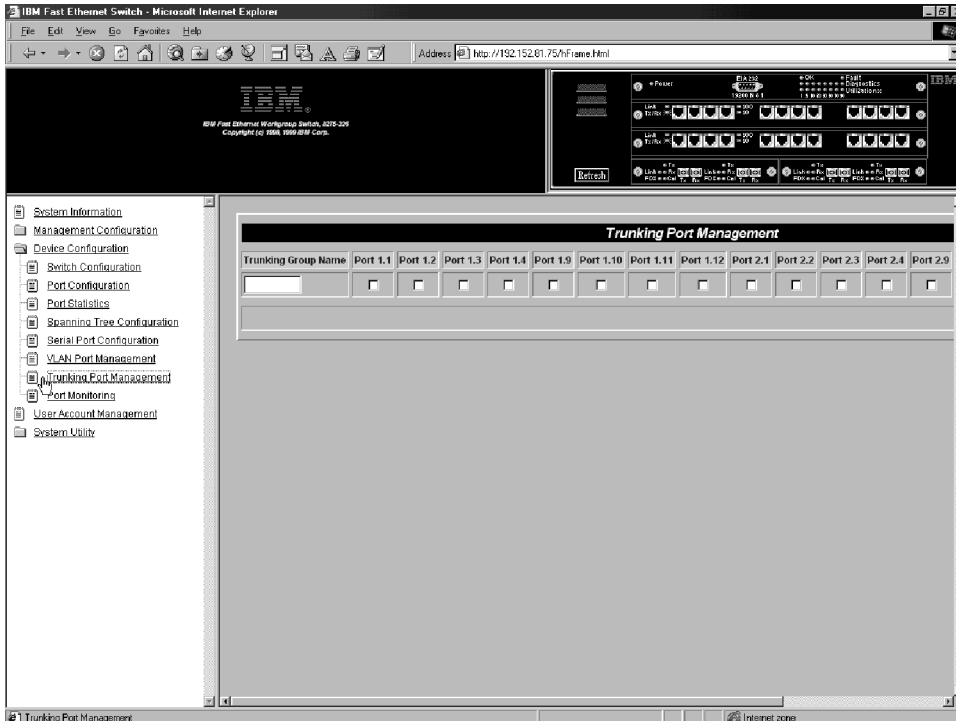

図 76. Trunking Port Management パネル
このオプションを選択すると、82ページの図76 に示されている、Trunking Port Management (トランキング・ポート管理) パネルが表示されます。このパネルを使用して、トランキング・グループの作成 / 表示、トランキング・グループの削除、およびトランキング・グループの変更を行います。
4. モデル 8275-326 は、ポート 1.5、1.6、1.7、1.8、および 2.5、2.6、2.7、と 2.8 のポート・トランキングをサポートしません (82ページの図76 を参照)。